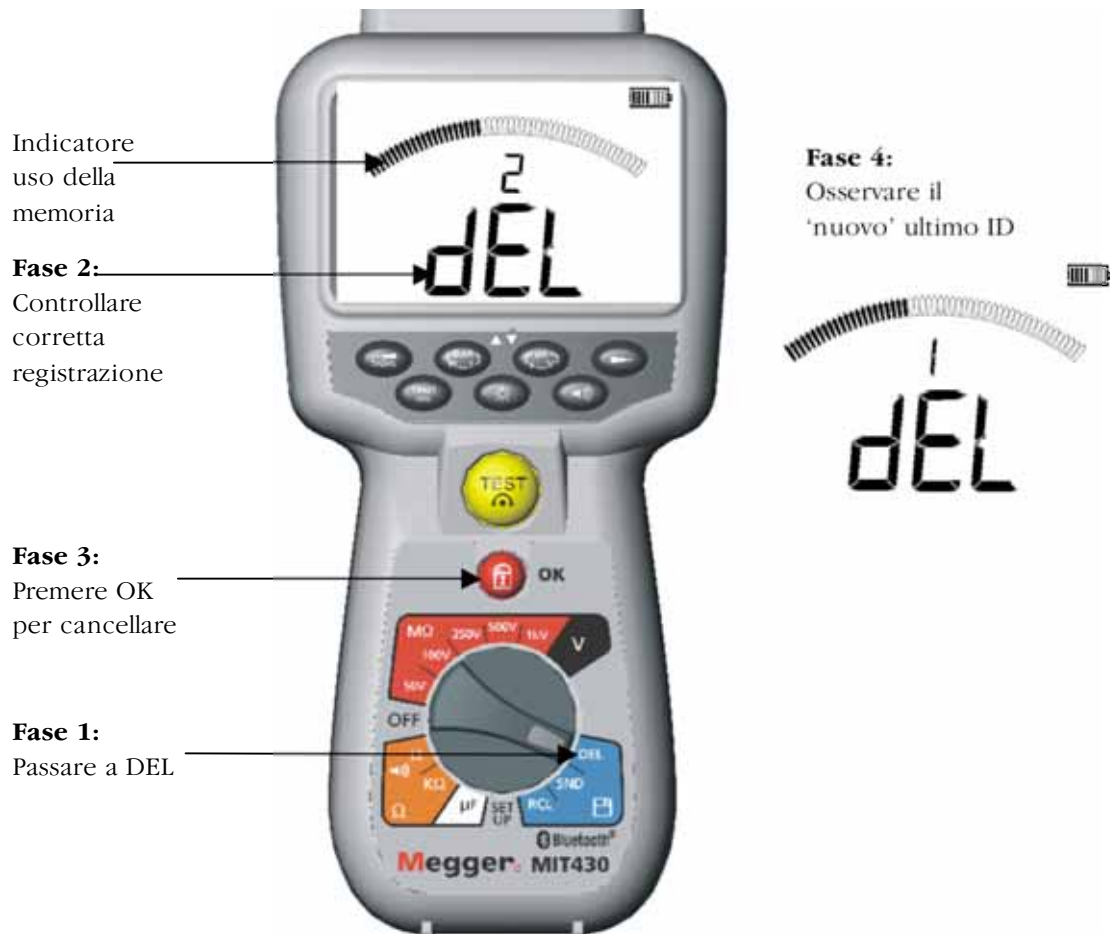

Figura 16 Cancellazione del risultato di un test singolo
16.1 Procedura per la cancellazione dei risultati di un test singolo (Vedere figura 16)